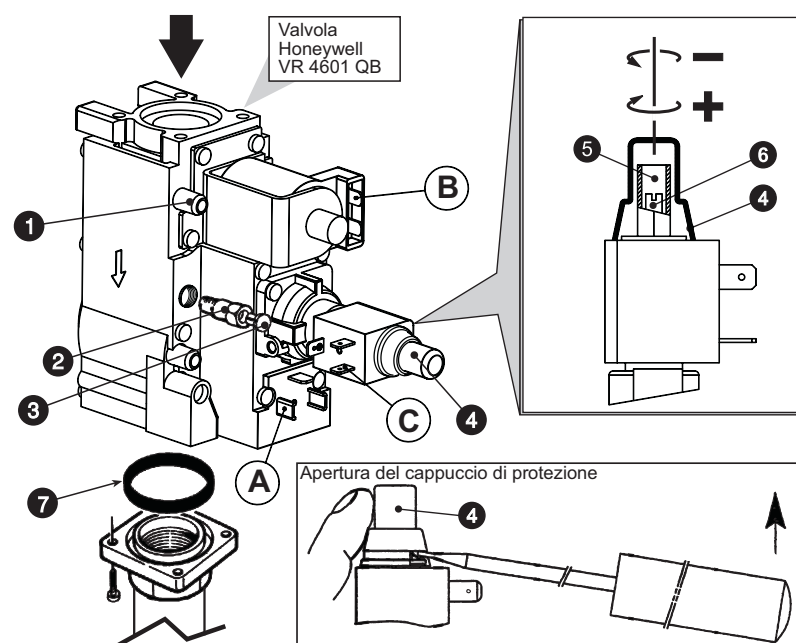

fig. 8 -
Le operazioni di regolazione della pressione si effettuano con caldaia in funzione operando sul regolatore di pressione presente sulle valvole gas a 2 stadi (vedere fig. 8).
3. Togliere il coperchietto di protezione del regolatore di pressione 4 di fig. 8.
1. Ruotare lentamente in senso orario la manopola del termostato di regolazione fino al 1° clic; la valvola gas verrà così alimentata solamente sulle connessioni A e B (vedere fig. 8).
2. Agire sulla vite 6 di fig. 8 controllando che la pressione corrisponda ai valori della tabella dati tecnici al paragrafo 4.3.
1. Ruotare la manopola del termostato di regolazione al valore massimo; la valvola gas verrà ora alimentata sulle connessioni A, B e C (vedere fig. 8).
2. Agire sulla vite 5 di fig. 8 controllando che la pressione corrisponda ai valori della tabella dati tecnici al paragrafo 4.3.
2. Togliere dalla valvola gas il piccolo tappo 3 (fig. 8), avvitare sulla valvola il regolatore "STEP" di accensione 2 contenuto nel kit di trasformazione e rimettere sul regolatore il tappo 3.
Eseguire le stesse operazioni spiegate precedentemente avendo cura di togliere il regolatore "STEP" di accensione 2 di fig. 8 della valvola gas; il tappo 3 di fig. 8 deve essere montato direttamente sulla valvola.